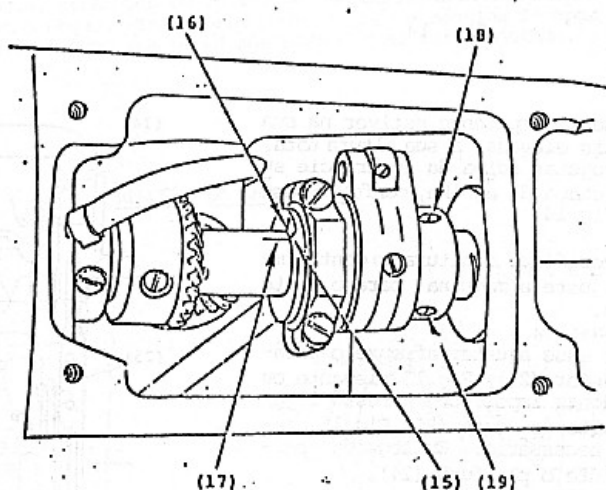

Fig. 12
Se por qualquer motivo for necessário alterar o movimento do excêntrico de alimentação, este deve ser ajustado e fixado no ajuste desejado por meio dos parafusos (18) e (19) da fig. 12.